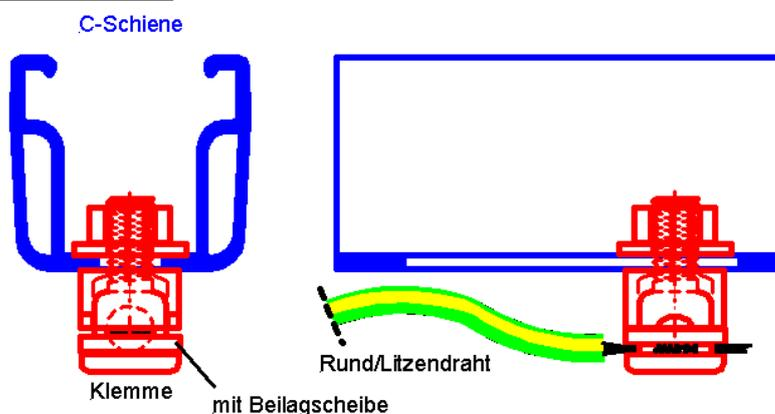

Abbildung 66: Anbindung des Montagesystems an die Erdung mittels novotegra-Erdungsverbinder
- Erdungsrunddraht mit 8-10 mm Durchmesser (bzw. in der Schweiz 6-10mm Durchmesser). Der Anschluss an die C-Schiene erfordert ein Anzugsmoment von 20 Nm (**Abbildung 66** oben). ODER
- Erdungsleitung mit mindestens 16 mm² (blitzstromtragfähig, Kupfer, nicht feindrätig) angeschlossen, (**Abbildung 66** unten). Anzugsmoment 10 Nm
Kann dieser Trennungsabstand "s" zu den Blitzfang- und Ableiteinrichtungen (Maschen) nicht eingehalten werden, so muss der PV-Generator auf kürzestem Weg mittels Erdungsverbindern an den äußeren Blitzschutz angeschlossen werden. Dabei reicht es aus, jeweils eine der beiden Schienen jeder einzelnen Modulreihe anzuschließen. Dies geschieht mit einem Erdungsrunddraht von 8-10 mm Durchmesser (für die Schweiz gelten 6-10 mm Durchmesser) sowie mit den passenden Abzweigklemmen vom Blitzschutzsystem aus (ebenfalls bauseitig erforderlich). Anbringung des Erdungsverbinders an der C-Schiene wie in Abbildung 66 oben) beschrieben mit einem Anzugsmoment von 20 Nm.